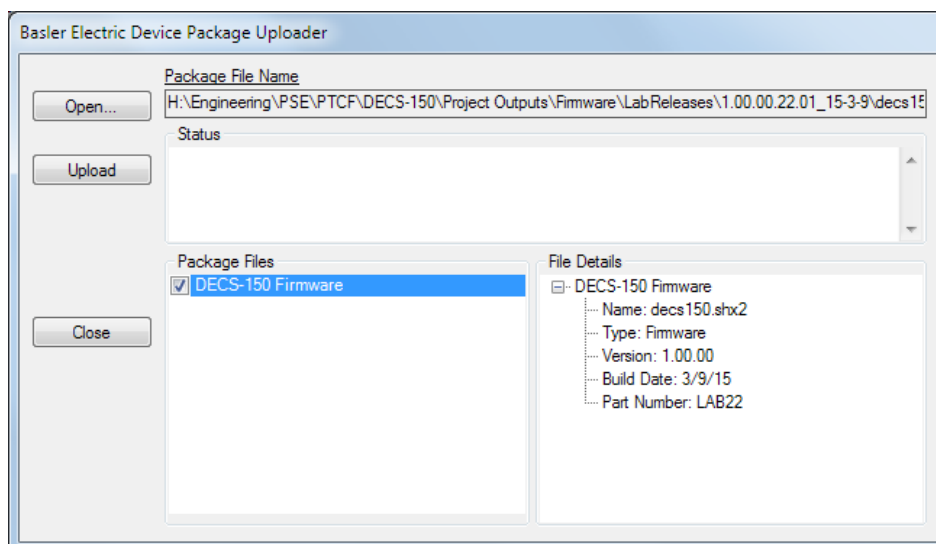

Figure 18-8. Écran Téléchargeur de package pour les dispositifs
5. Cochez la case correspondant au micrologiciel DECS-150 tel qu'illustré dans la Figure 18-8. Notez le numéro de version du micrologiciel DECS-150. Il s'agit de la version qui sera utilisée ultérieurement pour configurer la version d'application dans le fichier des paramètres.